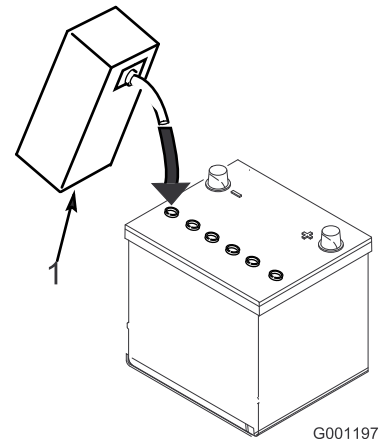

Figura 7
- Llene cuidadosamente cada celda con electrolito hasta que las placas estén cubiertas de 6 mm aproximadamente de fluido (Figura 7).
- Espera aproximadamente 20–30 minutos para que el electrolito penetre en las placas. Rellene según sea necesario para que el electrolito llegue a una distancia de 6 mm aproximadamente del fondo del hueco de llenado (Figura 7).